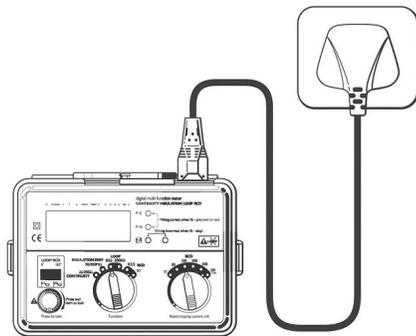

Figura 10
- Collegare il puntale di rete (vedere la Figura 10 sopra) alla presa IEC dello strumento.